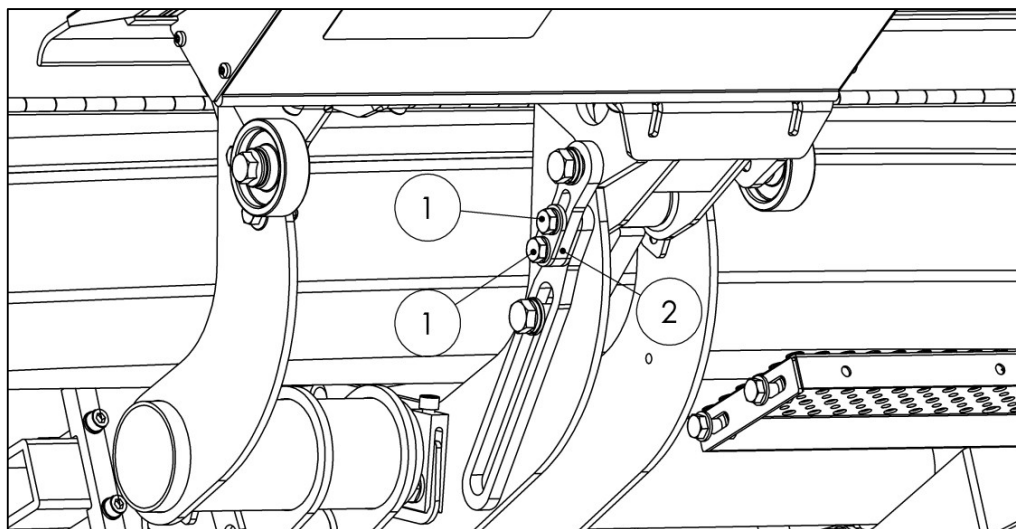

Fig. 81
- Afloje los 2 tornillos (1) de la placa de sujeción (2) (ver Fig. 81).